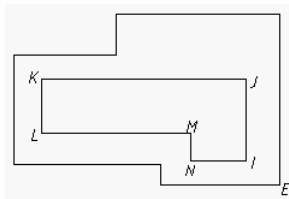

图1-16 画线段 IJ 、 JK 等
2. 画线段 IJ 、 JK 、 KL 等, 如图 1-16 所示。
结果如图 1-16 所示。